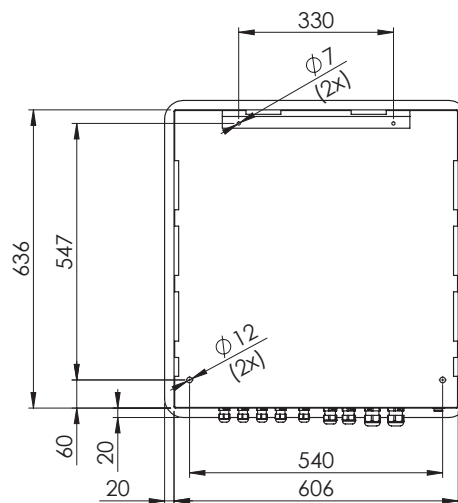

Abb. 34: Montagelöcher anzeichnen und bohren
- ▶ Die Montagelöcher für Montagewinkel und Montagelöcher unten lt Skizze Abb. 34 markieren und bohren.